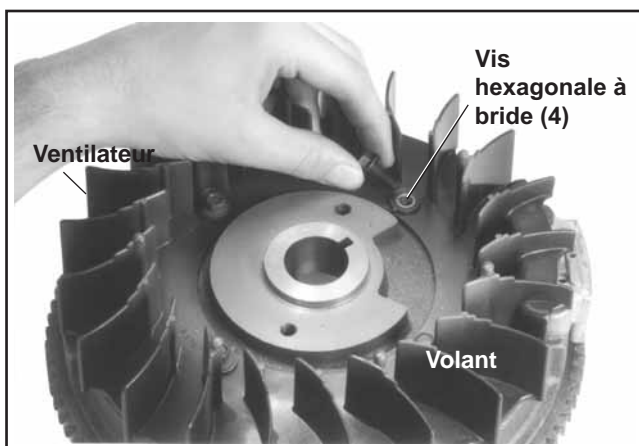

Figure 9-39. Dépose du ventilateur du volant.
4. Retirer les quatre vis hexagonales à brides et le ventilateur du volant. Voir la figure 9-39.